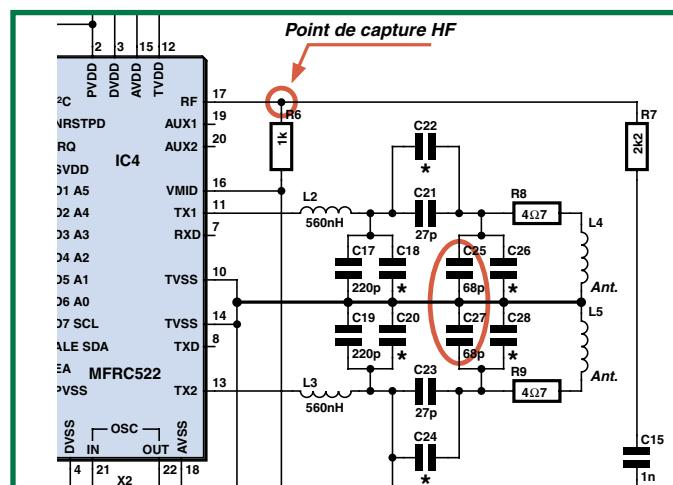

Figure 2. Vue des 2 condensateurs concernés et du point de capture pour une HF asymétrique.
Un examen de la partie concernée du schéma du lecteur RFID (cf. **figure 2**), la solution paraissait évidente, du moins c'est ce que je pensais ! Vos ouvrages d'études vous ont appris que si vous voulez faire résonner un circuit L/C parallèle à une fréquence plus élevée, il faut abaisser l'inductance (L) et/ou la capacité (C). Ne voulant pas modifier l'antenne gravée du circuit imprimé, je m'enquis des condensateurs C25 à C28. Je notaient également que les composants dotés d'un astérisque C26 et C28 n'étaient pas présents. Malheureusement dans le cas présent d'une fréquence de résonance trop faible requérant une réduction de la capacité, de sorte que les positions C26 et C28 ne servaient à rien. Il semblait que le circuit d'antenne avait été conçu et testé en utilisant du matériau de circuit imprimé ayant des caractéristiques différentes de celle du matériau utilisé pour la production en série du lecteur RFID par la société assurant l'assemblage. Autrement dit, la valeur ϵ_r , la constante diélectrique, n'avait pas suffisamment été tenue.